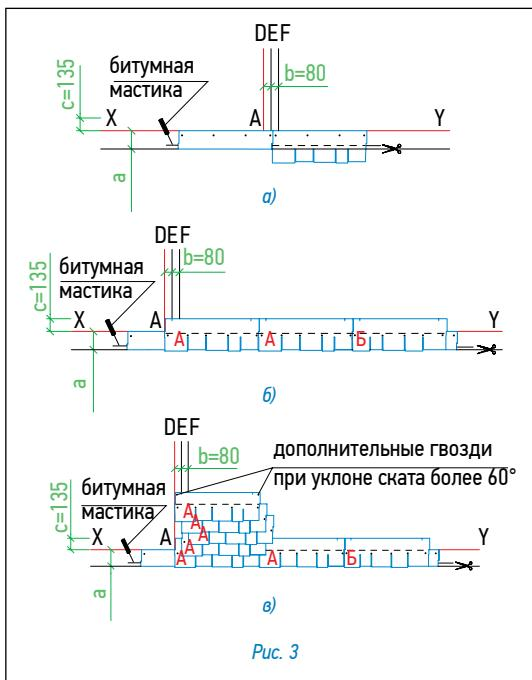

Рис. 3
### Укладка материала (рис. 3)
- далее первый ряд черепицы укладывается от линии AD в следующей последовательности: тип А, тип А, тип Б (рис. 3б);
- второй ряд черепицы укладывается от линии Е (со смещением 8 см от AD) (рис. 3в);
Каждый лист гибкой черепицы крепится 5 гвоздями в штатных местах таким образом, чтобы гвоздь прошивал и верхний край низлежащего листа черепицы (рис. 3б).